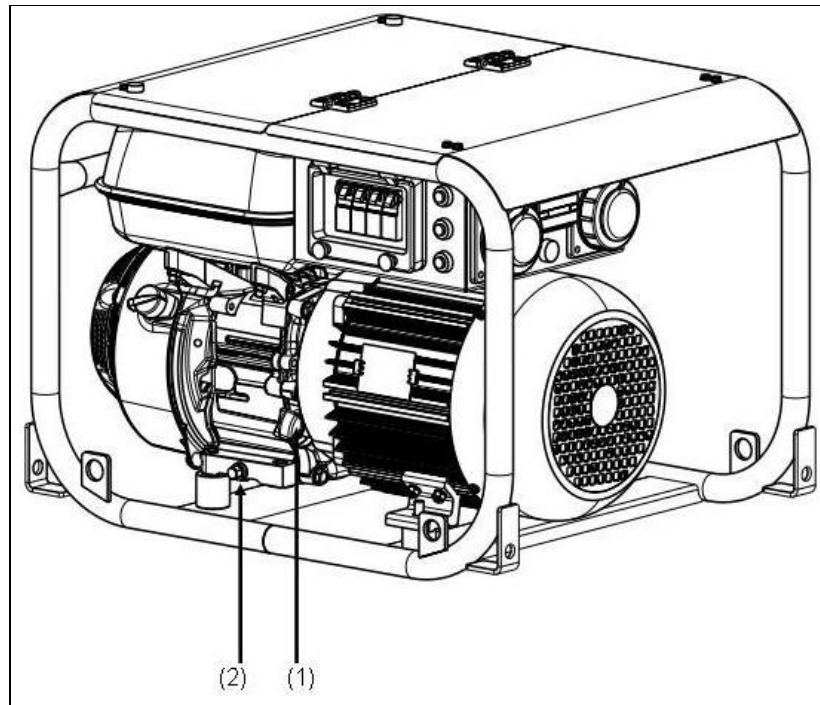

Abb. 6-1: Ölmesstab
1. Drehen Sie den grauen Ölmesstab (Abb. 6-1-(1)) heraus.
2. Den Ölmesstab (Abb. 6-1-(1)) mit einem sauberen Tuch abwischen.
3. Ölmesstab (Abb. 6-1-(1)) wieder einführen und wieder herausziehen. Befindet sich der Pegel über der oberen Marke muss Öl abgelassen werden, unter der unteren Markierung muss Öl nachgefüllt werden.
2. Behälter zum Auffangen des Öles unter der Ölablassschraube (Abb. 6-1-(2)) in Position bringen.
3. Ölablassschraube (Abb. 6-1-(2)) herausschrauben und Öl komplett ablaufen lassen.
5. Ölablassschraube (Abb. 6-1-(2)) wieder eindrehen.